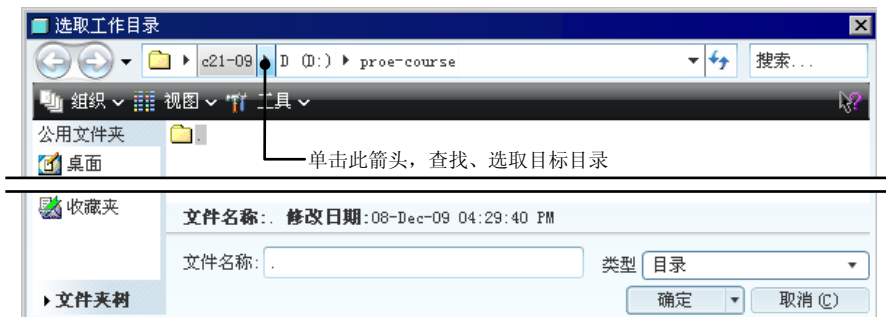

图 3.7.1 “选取工作目录”对话框
Step2. 在弹出的图 3.7.1 所示的“选取工作目录”对话框中选择“D:”。